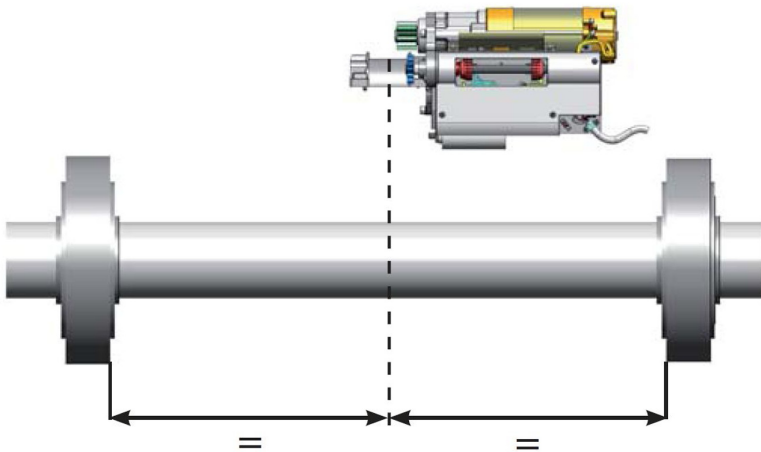
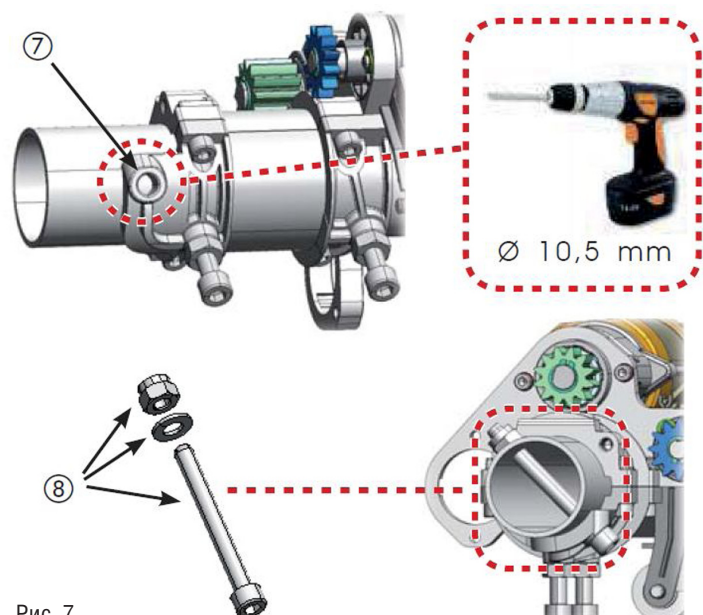

Рис. 5
Рис. 7
Устанавливать электропривод необходимо строго по центру вала (рис. 5)
- как показано на рис.5 найдите середину вала
- установите электропривод как показано на рис.5 после выполнения инструкций в пункте 3.3.
1. Поместите электропривод (1) на вал таким образом, чтобы он располагался по центру, как показано на рис. 5.
3. Закрепите фиксирующий адаптер (2) используя четыре винта крепления (3).
4. Зафиксируйте положение привода двумя винтами (4), затяните контргайки.
**Внимание!** При монтаже привода не удаляйте скобу – фиксатор конечных выключателей (6). Снимать её необходимо по окончании всех монтажных работ.
5. Просверлите отверстие (7) в валу диаметром 10,5 мм. Как показано на рис. 7.
6. Установите и зафиксируйте крепежный болт через отверстие в несущем адаптере привода сквозь вал и затяните его самостопорящейся гайкой (8)